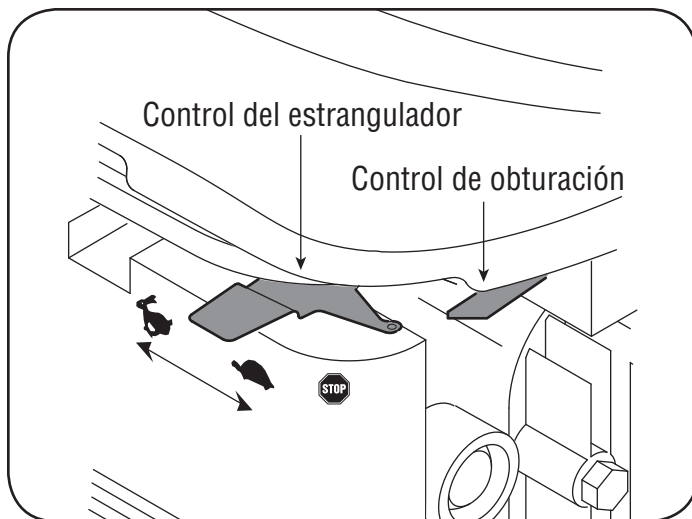

Figura 10
5. Mueva la palanca de control del estrangulador a la posición START/RUN (encendido / funcionamiento, representado por una liebre). Vea la figura 10.
6. Mueva el control del obturador hacia el control del regulador para obturar el carburador del motor. (Si el motor está tibio la obturación puede no ser necesaria). Vea la figura 10.